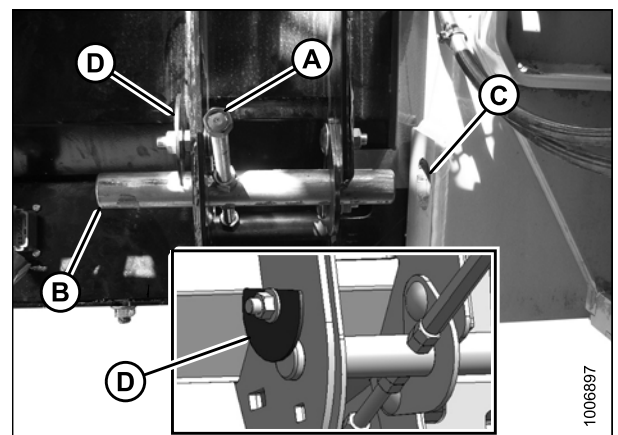

Рисунок 3.68: Блокировка наклонной камеры
11. Переместите опорный швеллер (А) на расстояние, определенное в шаге 7, страница 63, чтобы обеспечить правильное совмещение стопорного штифта и гнезда наклонной камеры. См. рис. 3.68, страница 63.